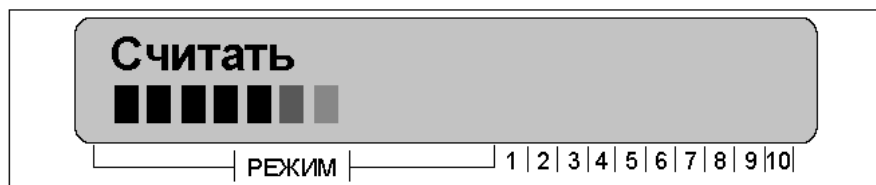

Рисунок 20
- нажать клавишу «ВВОД». В нижней части дисплея появится бегущая строка, которая отображает процент завершения процесса считывания программы из прибора в память ЖКИ клавиатуры ВПУ-А-06, рисунок 20;